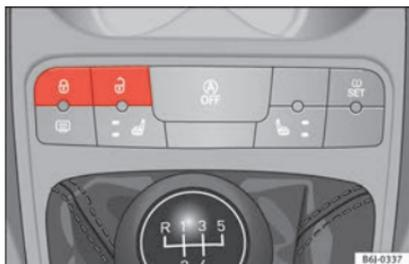

Fig. 6 Voir emplacement sur la Fig. 3
- Verrouiller : appuyez sur le bouton **» fig. 6.** Aucune porte ne s'ouvre de l'extérieur. Vous pouvez ouvrir chaque porte de l'intérieur en tirant la poignée d'ouverture.
- Déverrouiller : appuyez sur le bouton **» fig. 6.**